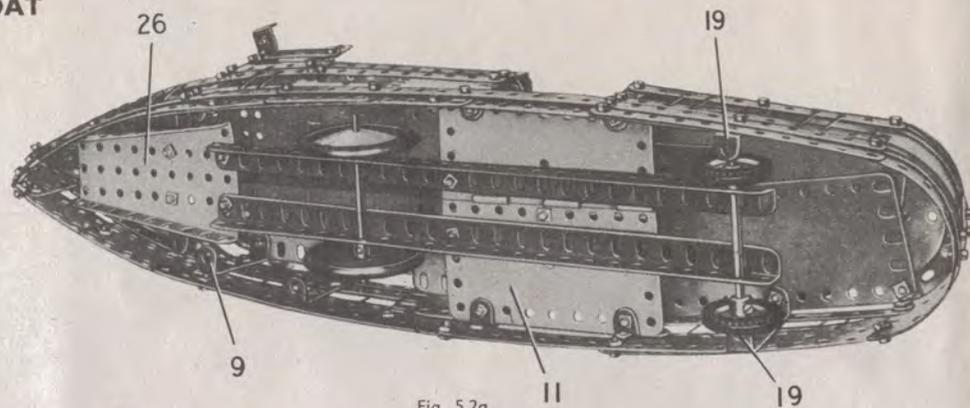

Fig. 5.2a
Chaque côté de la coque est formé par une plaque flexible triangulaire de 6×4 cm. (1), une plaque flexible de 6×4 cm. (2), une de 14×4 cm. (3), une de 6×4 cm. (4), une de 6×6 cm. (5) et une de 14×4 cm. (6). Ces plaques sont renforcées par un longeron (7) constitué de deux bandes de 25 trous qui se recouvrent sur 11 trous ; elles sont également reliées à une bande de 25 trous (8). Deux bandes coudées de 60×12 mm. (9) sont boulonnées de chaque côté. De chaque côté également une bande est boulonnée dans le trou central de la bande de 5 trous verticale (20). Les côtés sont réunis à l'avant par une équerre et par un boulon de 9,5 mm. (10). Une plaque à charnière (11) est démontée et les deux moitiés sont boulonnées sur les rebords inférieurs de deux des bandes coudées (9). Leurs extrémités arrière sont fixées sur les côtés de la coque par des équerres (fig. 5.2a). L'arrière du bateau est constitué par deux plaques cintrées de 43 mm. de rayon. Ces plaques sont boulonnées sur les bords des plaques flexibles (6) et sur une bande cintrée à glissière qui prolonge chacune des bandes (7).